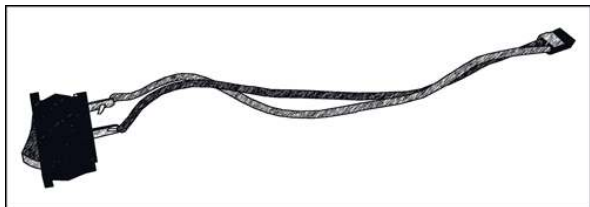

Рис. 3
2. Теперь **выключатель**, тоже с проводами и разъемом (рис. 3) Когда он будет подсоединен к плате, он будет включать и выключать ваш приемник.